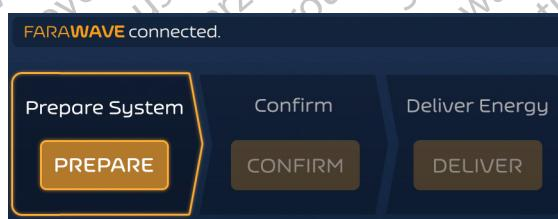
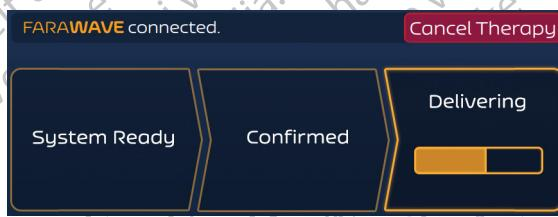

Abbildung 6. Therapiebildschirm – Asynchroner Modus – Leerlauf
Abbildung 11. Therapiebildschirm – Asynchroner Modus – Abgabe im Gange
6. Nachdem Sie einen Katheter ausgewählt und angeschlossen haben, zeigt der Therapiebildschirm nun die Auswahl an (siehe Abbildung 6 für ein Beispiel). Der asynchrone Modus ist der Standard-Energieabgabemodus des FARASTAR PFA-Generators.
6. Drücken Sie die Schaltfläche DELIVER (Abgabe), um die Energieabgabe zu starten. Die Energieabgabe kann jederzeit durch Drücken der Schaltfläche Cancel Therapy (Therapie abbrechen) abgebrochen werden (siehe Abbildung 11), wodurch der FARASTAR PFA-Generator in den Leerlaufzustand zurückkehrt (siehe Abbildung 6).
- Um weitere Abgaben durchzuführen, drücken Sie CONFIRM (Bestätigen) und dann DELIVER (Abgabe). Die Energieabgabe kann jederzeit durch Drücken der Schaltfläche Cancel Therapy (Therapie abbrechen) abgebrochen werden. Dadurch kehrt der FARASTAR PFA-Generator in den Leerlauf zurück, wie in Abbildung 6 dargestellt.